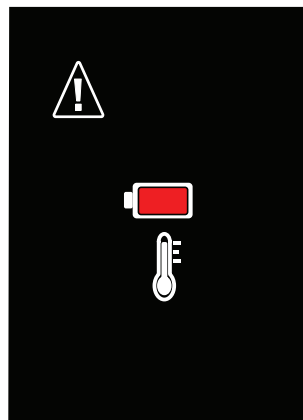

Fig. 21: Mensaje de advertencia de temperatura de la batería
- Con el detector de fugas encendido y el cargador conectado, la pantalla indicará la carga y el progreso con el símbolo del rayo en la esquina superior derecha de la pantalla (consulte la Fig. 21).